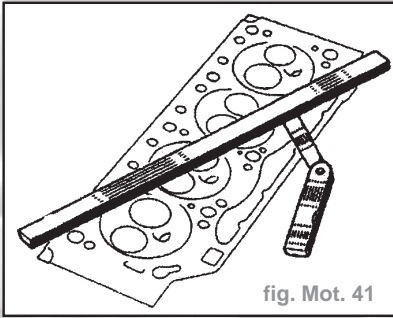

fig. Mot. 41
- Vérifier avec une règle et un jeu de cales, s'il y a déformation du plan de joint (fig. Mot. 41)